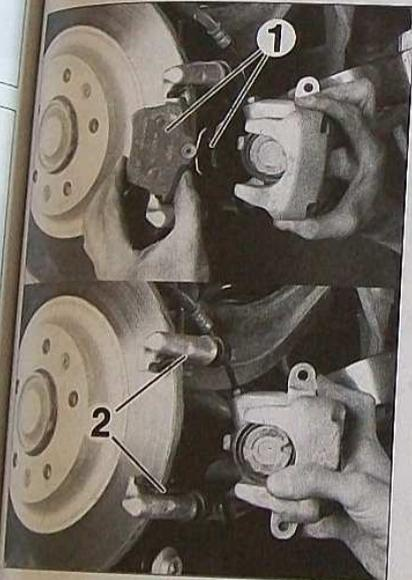

FIG. 7
Déposer les plaquettes de frein (1) ainsi que lesagrafes ressort (2) (Fig.7).